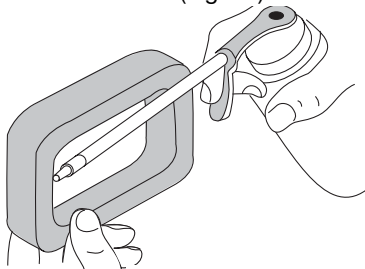

Fig. 30
4. Aplique suficiente aceite limpio de motor SAE 30 para recubrir ligeramente el filtro (Fig. 30).